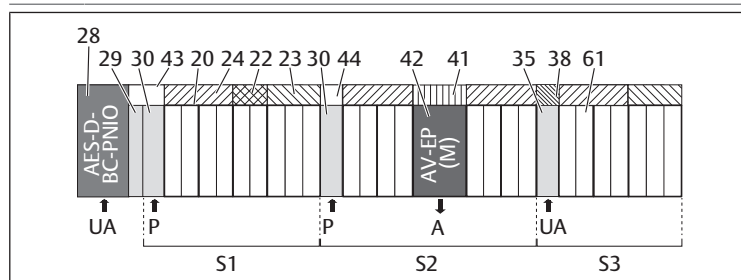

Fig. 22: Formación de secciones con dos placas de alimentación neumáticas y una eléctrica
- En el caso de los controladores de válvulas, se pueden realizar combinaciones de varios de los componentes siguientes. Véase → Fig. 22.